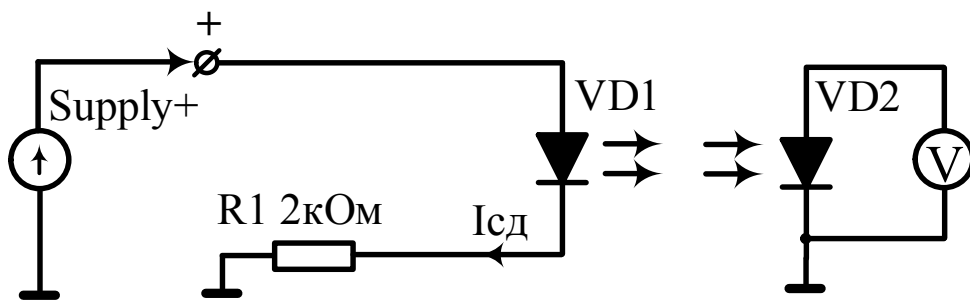

Рисунок 10 – Схема исследования
2. Собрать схему исследования фотодиода в фотогальваническом режиме в соответствии со схемой (рис. 10). Источником света является светодиод зеленого цвета, питаемый от регулируемого источника напряжения через резистор и исследованный в п.1. Измерение величины напряжения фотодиода осуществляется цифровым мультиметром DMM в режиме вольтметра.